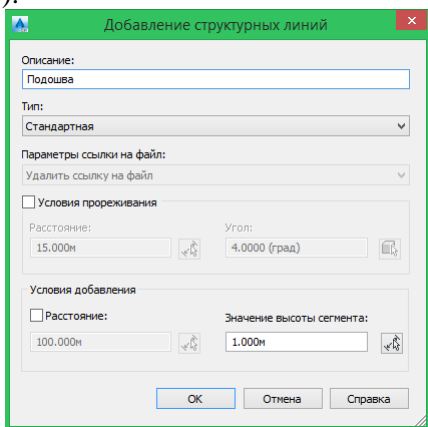

Рис. 33. Окно добавления структурных линий
6. В коллекции «Определение» выбрать строку «Структурные линии», нажать по ней правой кнопкой мыши и выбрать «Добавить». В сплывающем окне указать описание и выбрать тип «Стандартная» (рис. 33).